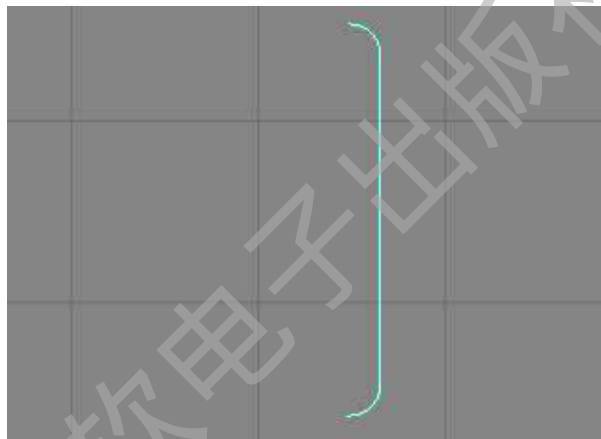

图 2-75 绘制剖面
Step 19. 使用“线”绘制剖面形状,效果如下,如图 2-75 所示。